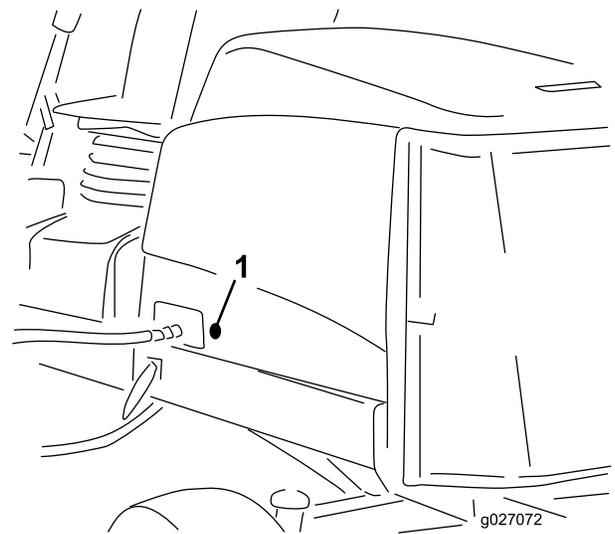

図 18
- 2. フードの左側についているゴム製のハトメを取り外す 図 18。